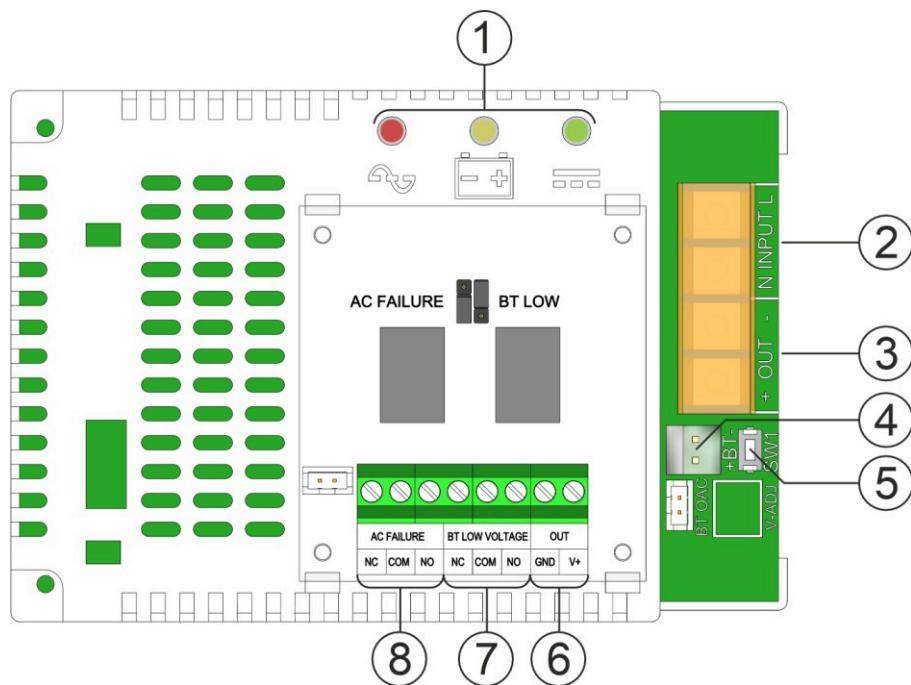

Abb. 2. Ansicht des Netzteilmoduls.
**Tabelle 1. Elemente und Anschlüsse des Netzteils (siehe Abb. 2)**